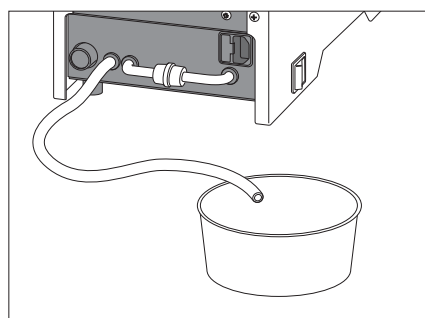

図 26
- 3) タンクの水を排水ホースから排水します。(水が残っていると交換の際、残っている水がチューブから流れ、水こぼれを起こします)(図 26)